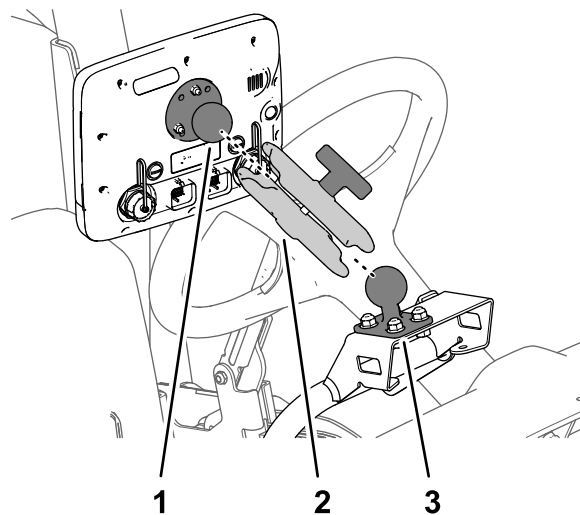

Figura 165
3. Monte a união da rótula no monitor e a montagem da rótula na máquina no braço do monitor (Figura 165).
4. Ajuste o monitor de forma a que seja visível a partir da posição do operador e aperte o manípulo do braço do monitor à mão (Figura 165).